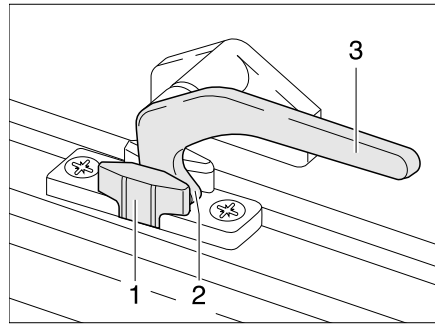

Bild 54 Verriegelungshebel in Stellung "Dauerbelüftung"
- in Stellung "Dauerbelüftung" (Bild 54)
- Den Verriegelungshebel (Bild 54,3) eine viertel Umdrehung zur Fenstermitte hin drehen.
- Den Verriegelungshebel eine viertel Umdrehung zum Fensterrahmen hin drehen. Die Verriegelungsnase (Bild 54,2) dabei in die Aussparung der Fensterverriegelung (Bild 54,1) einfahren.